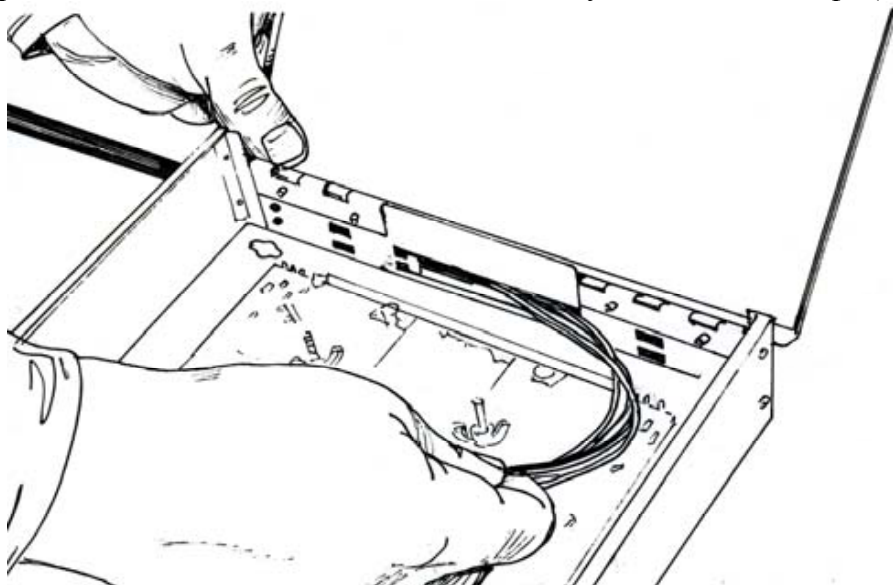
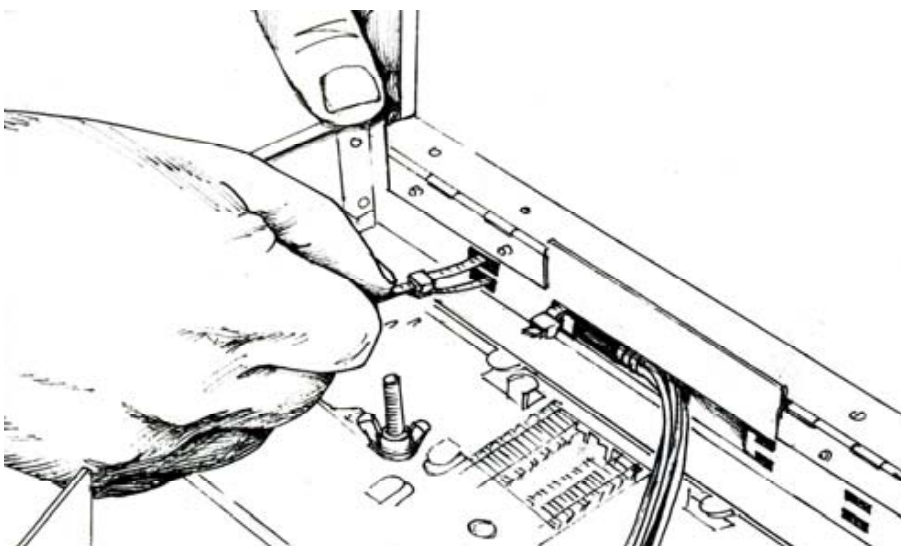

Рис. 3.15. Протягивание кабеля в шкаф
Рис. 3.16. Крепление кабеля стяжками
3.2.2. Вводят конец кабеля через специальное отверстие в шкафу (Рис. 3.15) и закрепляют сердечник стяжками или металлическим хомутом к пазам шкафа (Рис. 3.16).